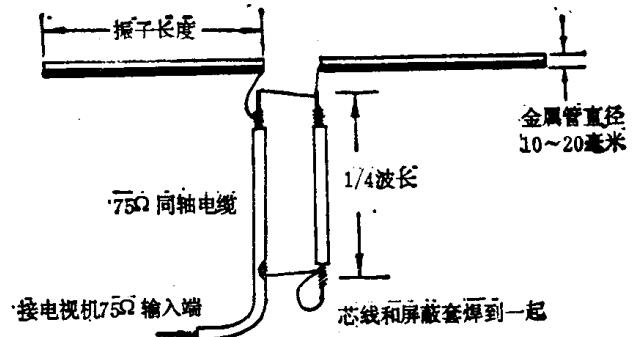

图 1-3 基本半波振子天线
(1) 基本半波振子天线，这是最简单的室外天线，见图1-3。每臂长度约为相应频道中心波长的四分之一。各频道的波长见表1-1。各频道的基本半波振子天线尺寸见表1-2。它的特性阻抗为 75Ω ，应该选用 75Ω 特性阻抗的同轴电缆作为馈线，并进行平衡-不平衡变换（即加接图1-3中的长度为四分之一波长的同轴电缆）。两根金属管固定在绝缘支架上。同轴电缆引下来以后，在芯线上焊接一个插头插到电视机天线输入孔。电缆的屏蔽套应接